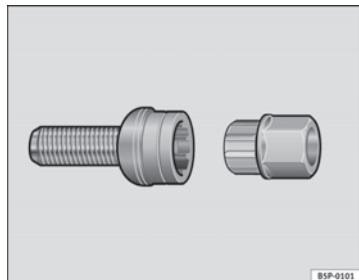

Fig. 139 Boulons de roue antivol
- Introduisez l'adaptateur au maximum dans le boulon antivol de la roue → fig. 139.